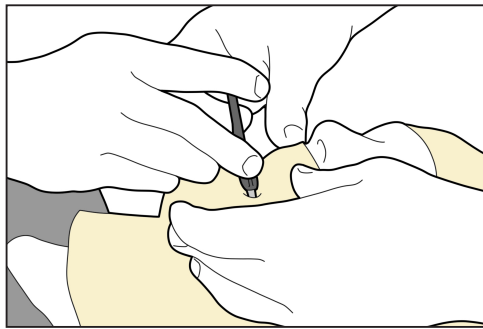

Fig. 12
3. Insérer le cale-dents dans le masque et la bouche du patient pendant que le masque peut encore être formé (Fig. 12).
4. Utiliser le guide pour insérer le cale-dents à la bonne profondeur (Fig. 12).